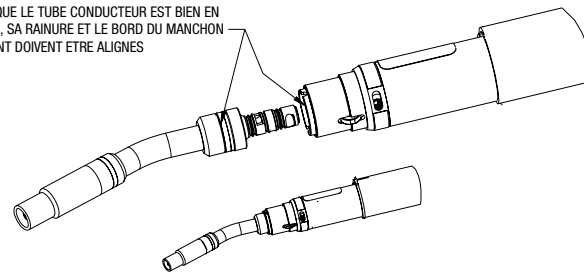

Figure 3-2: Installation du Tube Conducteur
7. Enfoncer le tube conducteur en place jusqu'à ce que la vis d'arrêt en acier inoxydable puisse enfoncer le bouchon arrière du tube conducteur dans sa position verrouillée de fonctionnement. Le tube conducteur comporte une rainure de positionnement usinée sur son pourtour arrière. Cette rainure est au ras du boîtier avant lorsque la mise en place est correcte comme illustrée sur la Figure 3-2.